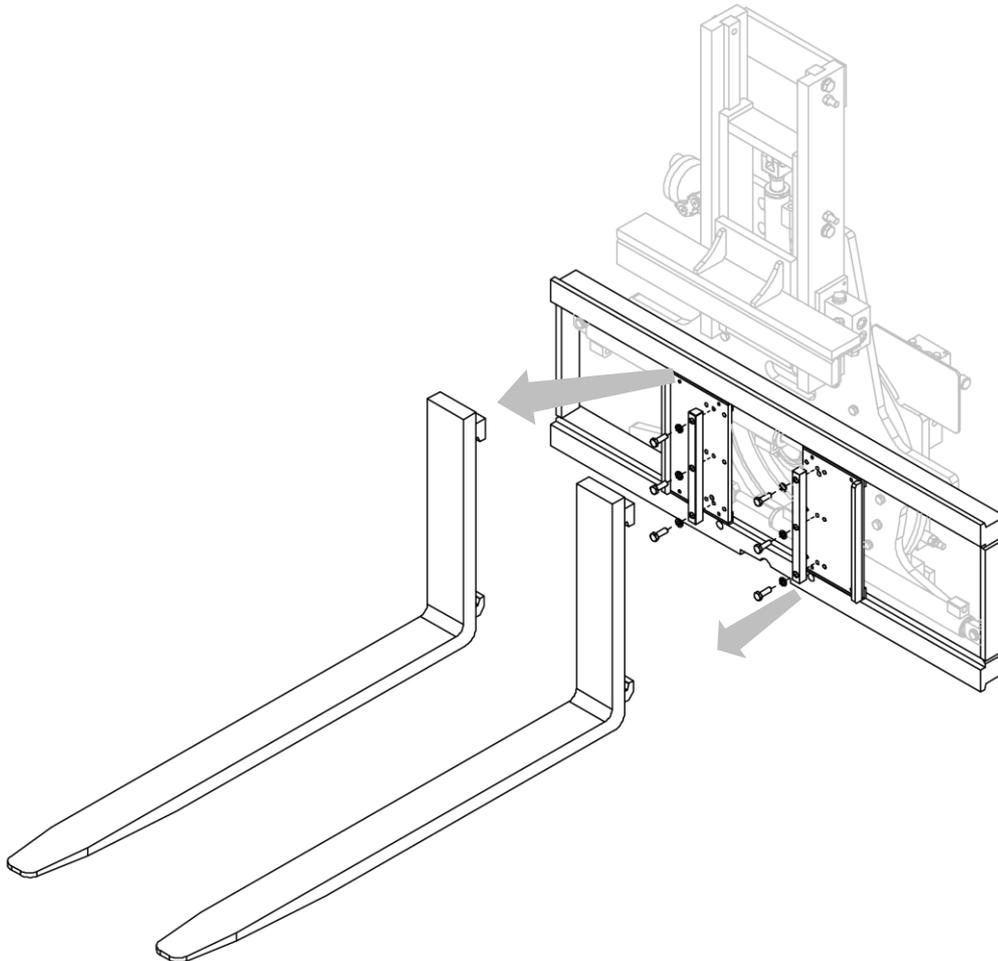

Abbildung 33
2. Entfernen Sie die Feststeller der Gabel und ziehen Sie die Gabelzinken heraus (siehe *Abbildung 33*).